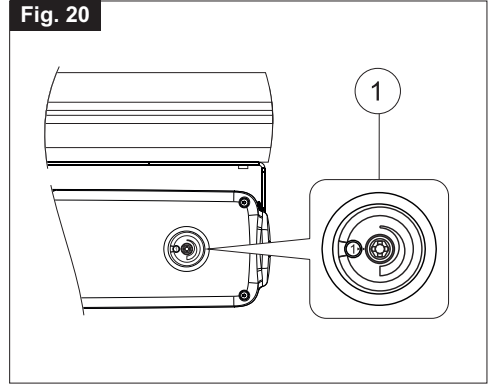

Fig. 21
- 2) **Abb. 21-** Mit einem Stift die Mittellinie "Y" des Fensterrahmens ziehen;